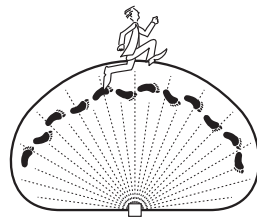

Figura 12
- Haga una "prueba caminando": camine transversalmente a la parte frontal del detector de movimiento siguiendo la trayectoria de un arco (vea la Figura 12).